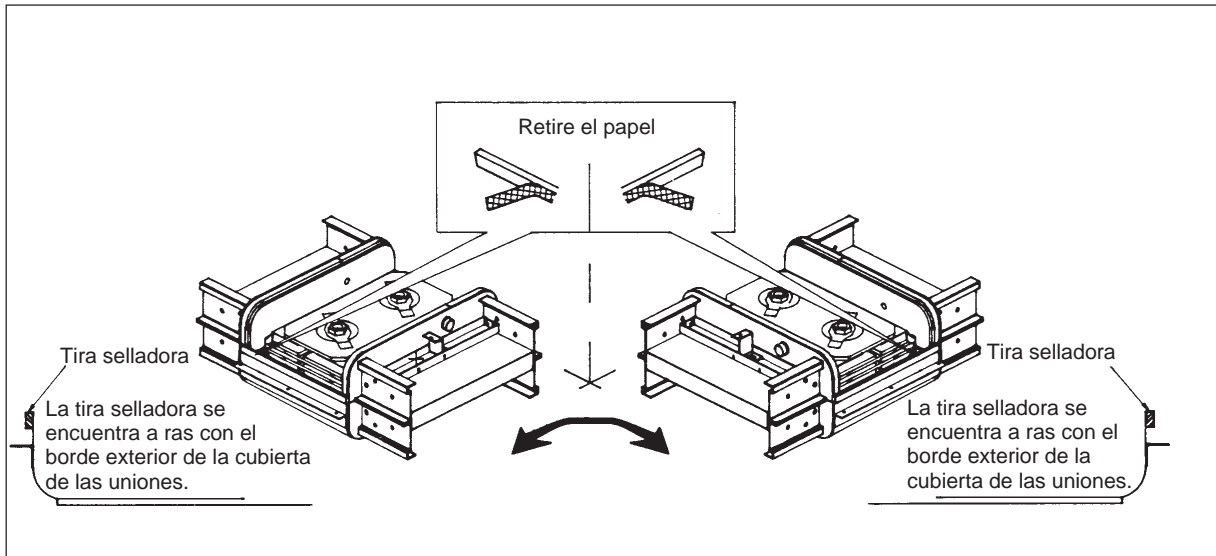

Figura 7
- Retire el papel de la tira selladora ubicada en la cubierta (figura 7).